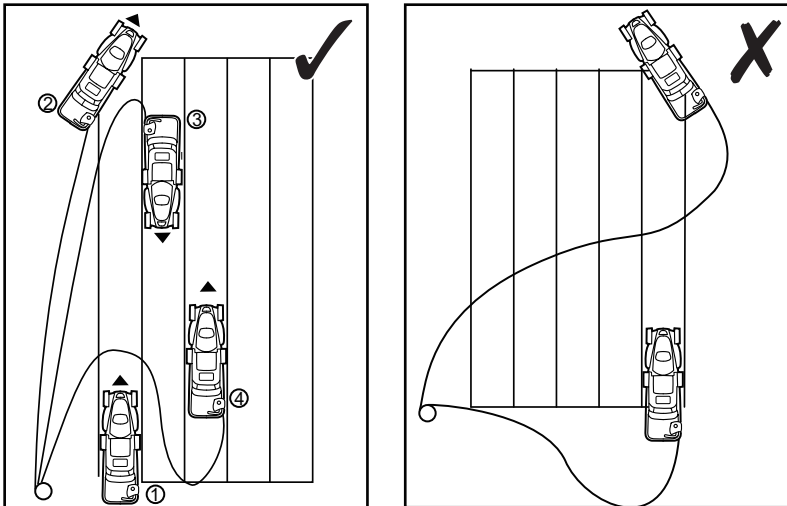

Fig. 15
15. Mantenga los alargadores lejos de las cuchillas. Las cuchillas pueden provocar daños en los cables y descargas eléctricas en tejidos vivos (Fig. 15).